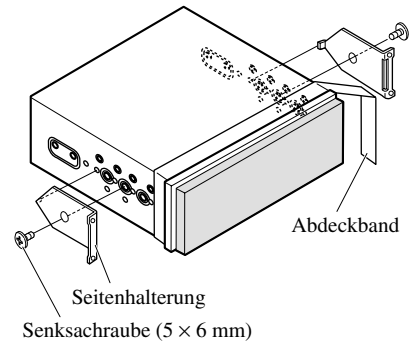

Abb. 15
1. Bestimmen Sie die Position der Seitenhalterungen. (Abb. 15)